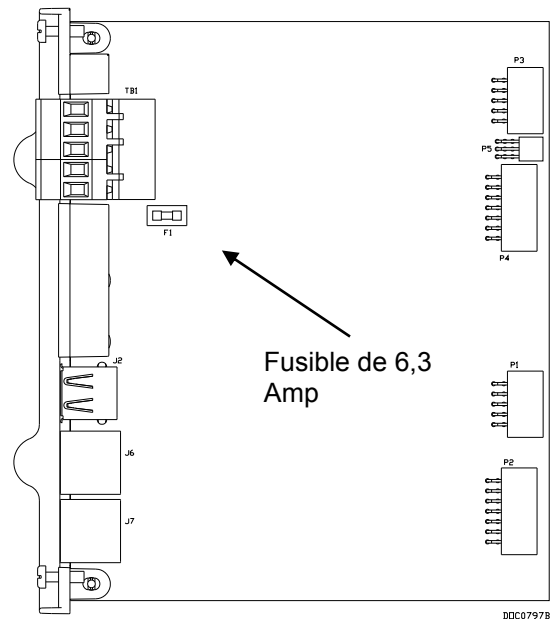

Figura 12. Fusible de la CPU de 6,3 Amp
Si el servidor no funciona, si bien considera que recibe alimentación eléctrica y la luz de ENCENDIDO – LED no enciende, es probable que deba reemplazar el fusible de 6,3 amp en el módulo de la CPU (consulte la *Figura 12*).
7. Revise el fusible (consulte la *Figura 12*) y, de ser necesario, reemplácelo con un fusible MSB 6,3A SB (Slo-Blo).